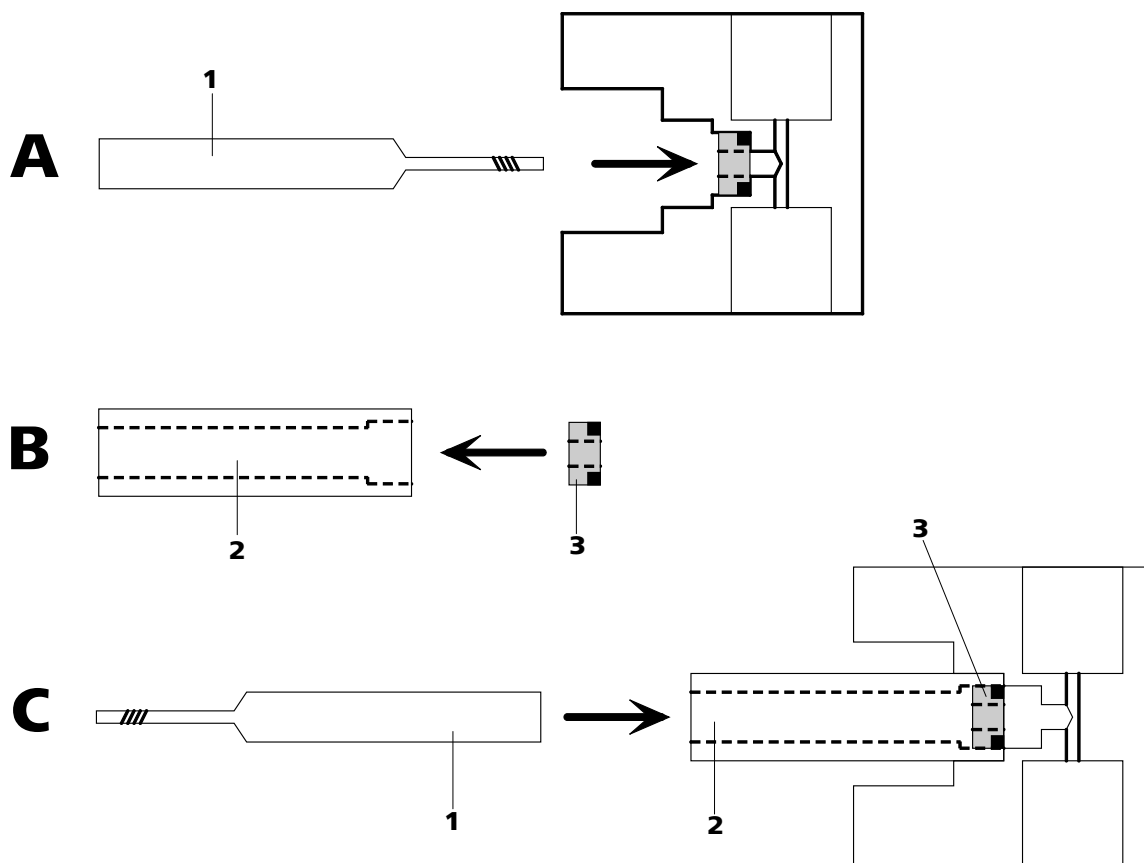

Figura 31 Cambiar la junta de pistón
- Enrosque la herramienta especial (31-1) por el lado estrecho en la junta de pistón y extraiga esta última (véase Figura 31, página 66).
- Inserte con la mano la nueva junta de pistón en la cavidad de la herramienta especial (31-2)(véase Figura 31, página 66).El resorte de junta debe encontrarse en el lado exterior.
- Introduzca la herramienta especial (31-2) con la junta de pistón en el cabezal de bomba (18-4) y empuje la junta con la herramienta especial (31-1) al interior de la cavidad del cabezal de bomba (véase Figura 31, página 66).